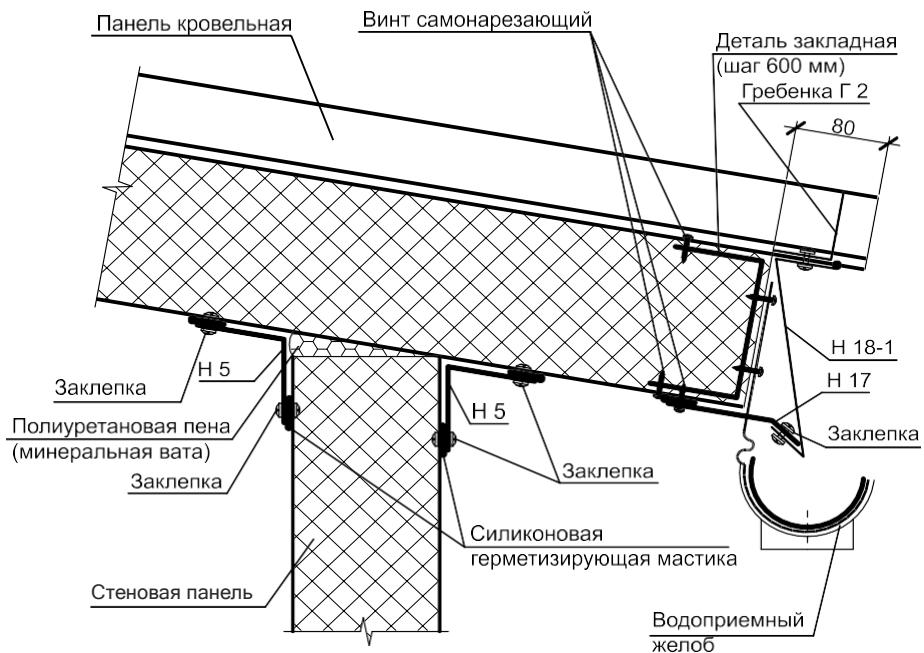

Рис. 48
- укладывается изоляционная прокладка (герлен или аналог) в две полосы Рис. 48;
- Выполнить вырезку панели на расстоянии 80 мм или согласно оверлапа Рис. 48;